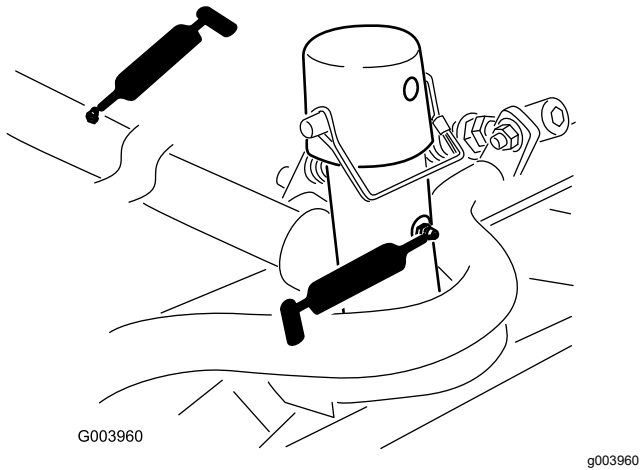

Figura 43
- Bastidor de tiro y pivote de la unidad de corte (2 en cada) (Figura 43).